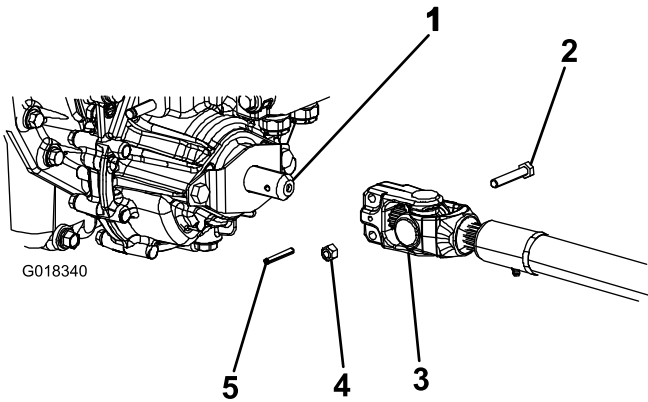

图 4
3. 将 PTO 驱动轴放在机器前部下方。确保驱动轴滑轴轭朝向变速箱驱动轴图 4。